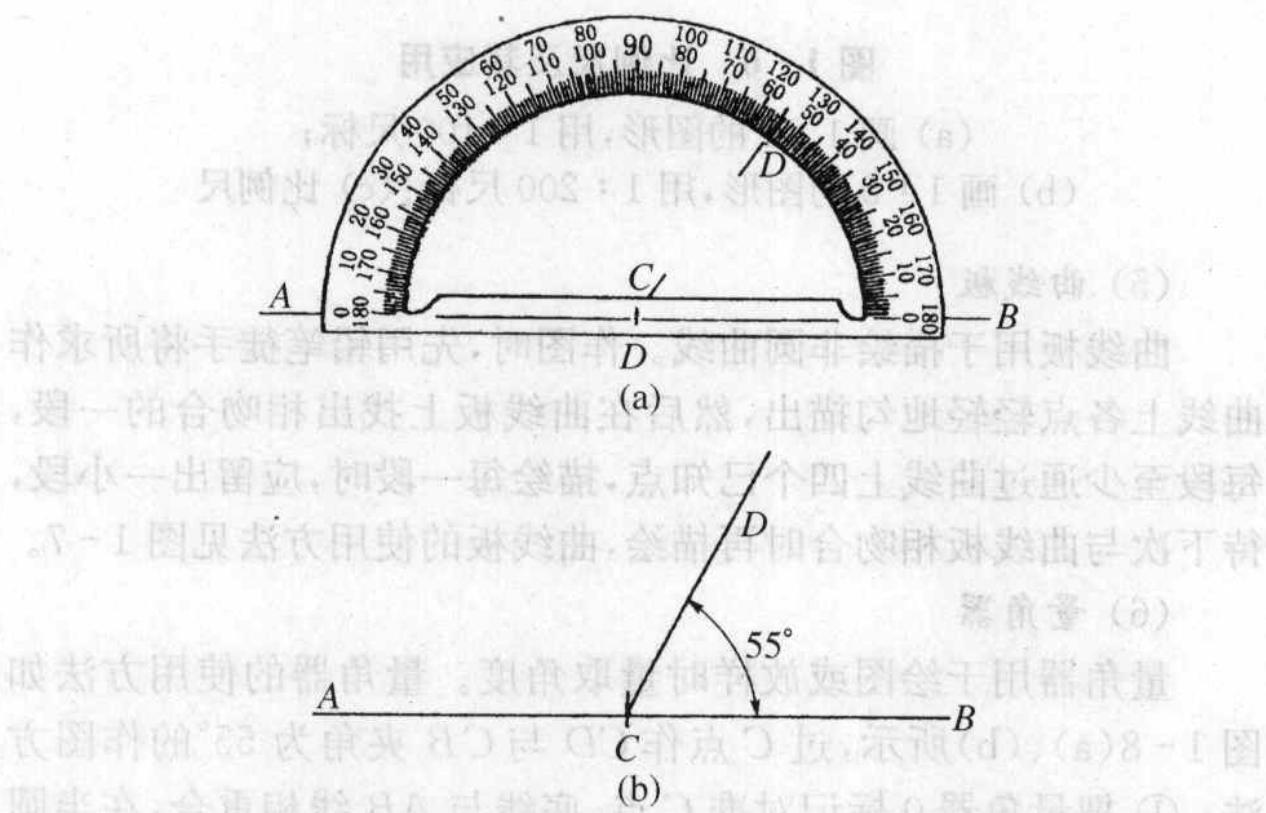

图 1-8 量角器的使用方法
(6) 量角器
量角器用于绘图或放样时量取角度。量角器的使用方法如图 1-8(a)、(b) 所示,过 C 点作 CD 与 CB 夹角为 55° 的作图方法:① 把量角器 0 标记对准 C 点,底线与 AB 线相重合,在半圆刻度 55° 处画出 C 点;② 连 CD 线,得 CD 和 AB 夹角 55° 。